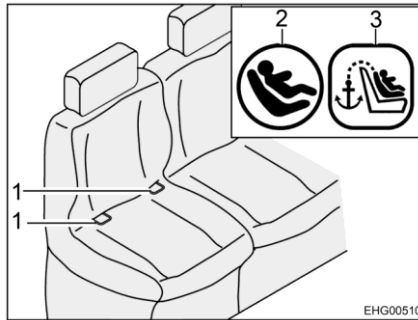
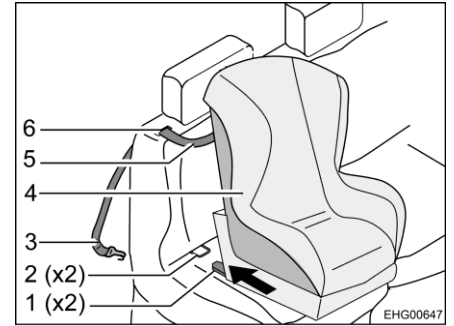

Bild 6 Stol med Isofix
Bild 7 Fastsättning med övre hållrem
- För den övre hållremmen (Bild 7,5) genom skåran (Bild 7,6) i ryggstödet dyna (bredvid nackstödet).
- Haka fast fästkorkarna (Bild 7,3) på förankringspunkten på baksidan av nackstödet på fordonssitsen.
- Låt låsarm (Bild 7,1) i fästbygel (Bild 6,1 och Bild 7,2) klicka på plats. Ett tydligt klickande ljud ska höras.
- Kontrollera med ett kraftigt ryck om barnstolen (Bild 7,4) sitter fast.